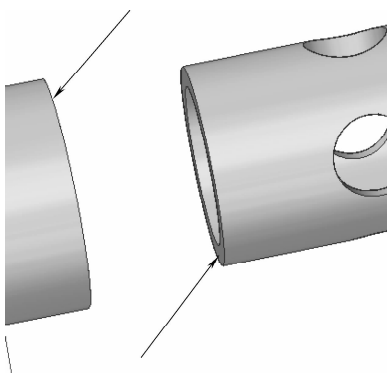
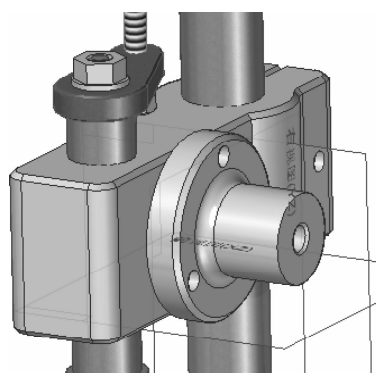

图 8-230 选取配合面
图 8-231 完成第 10 个零件的装配
(8) 选择如图 8-230 所示的面进行配合，按 Esc 键完成装配，如图 8-231 所示。